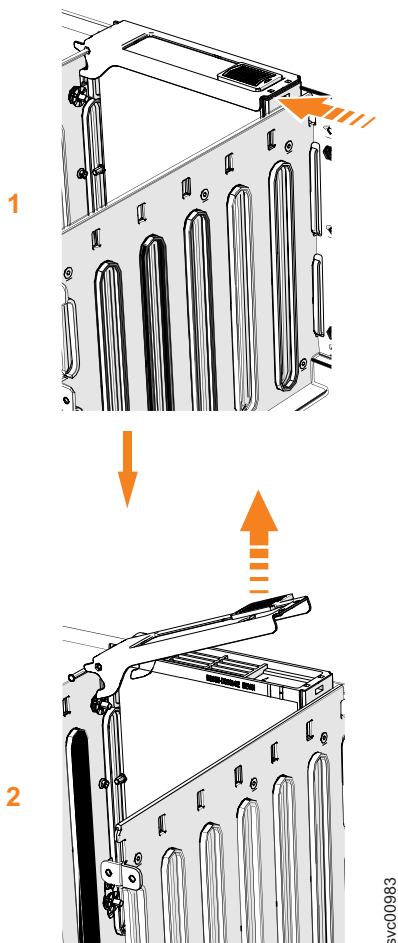

Рисунок 112. Удаление блока накопителя
5. Сдвиньте защелку вперед (**1**), как это показано на рис. 112 на стр. 117.
6. Поднимите ручку (**2**), чтобы освободить контейнер накопителя (см. рис. 112). Убедитесь, что нижняя кромка защелки полностью освобождена.